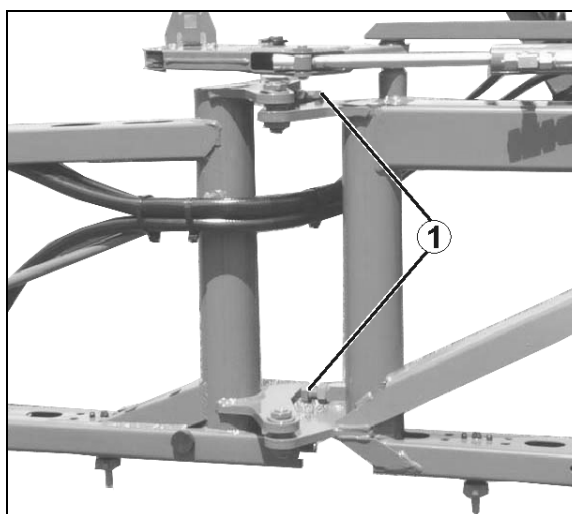

Fig. 155
1. Desfaceți contrapiulița șurubului de reglaj (Fig. 155/1).